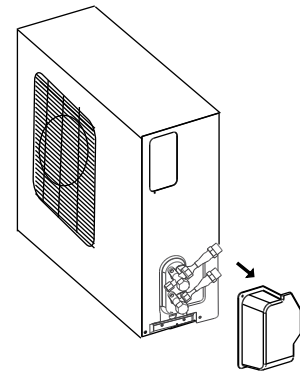

Fig.20
1. Primero, retire la bandeja de agua de la unidad exterior tal y como se muestra en la Fig. 20.